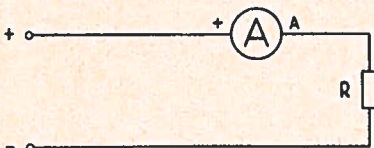

FIG 2
- 1e. Maken van een schets (fig. 2).